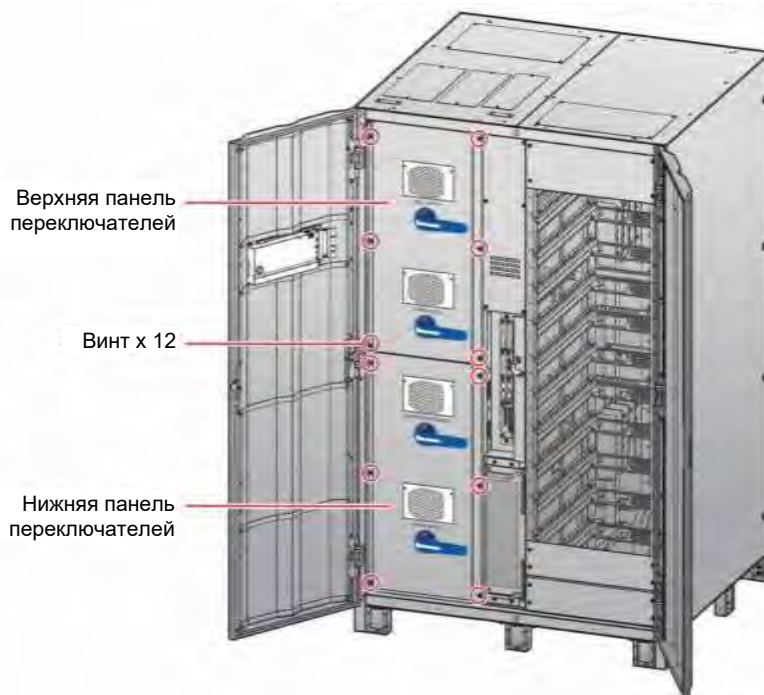

Рисунок 5-7: Расположение винтов панелей переключателей
- 2 Откройте передние дверцы и открутите 12 винтов, чтобы снять верхнюю и нижнюю панели переключателей, см. **Рисунок 5-7**. После снятия панелей, можно будет увидеть клеммы для проводки, как показано на **Рисунках 5-18 ~ 5-10**.